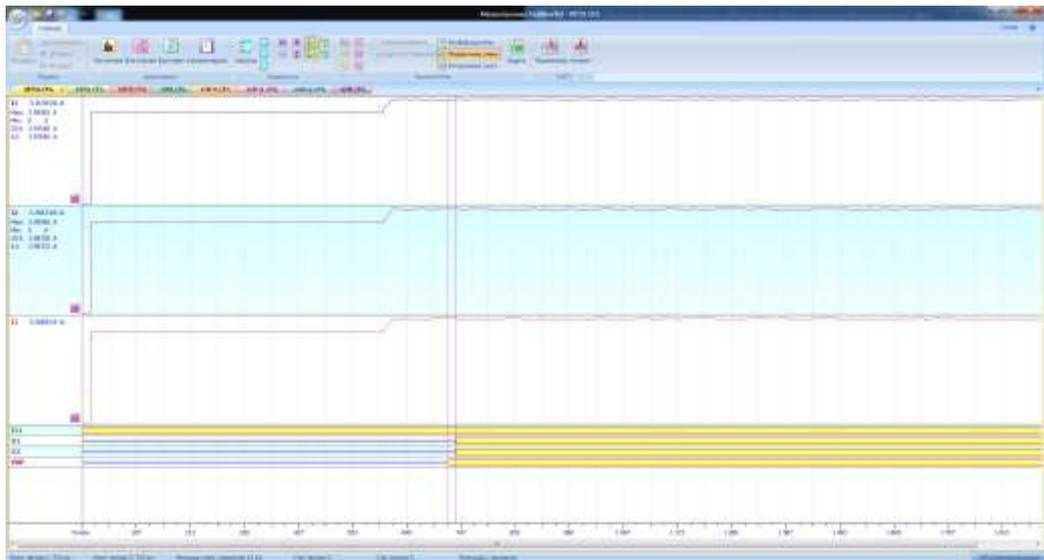

Рисунок 2.19 – Осциллограмма срабатывания МТЗ первой ступени
17. Открыть приложение FastView.exe, в меню программы выбрать пункт «Открыть» и выбрать сохраненные осциллограммы. Результаты должны быть подобными приложенным изображениям ниже (рис. 2.19–2.21). Данные осциллограммы проанализировать и приложить к отчету по лабораторной работе.